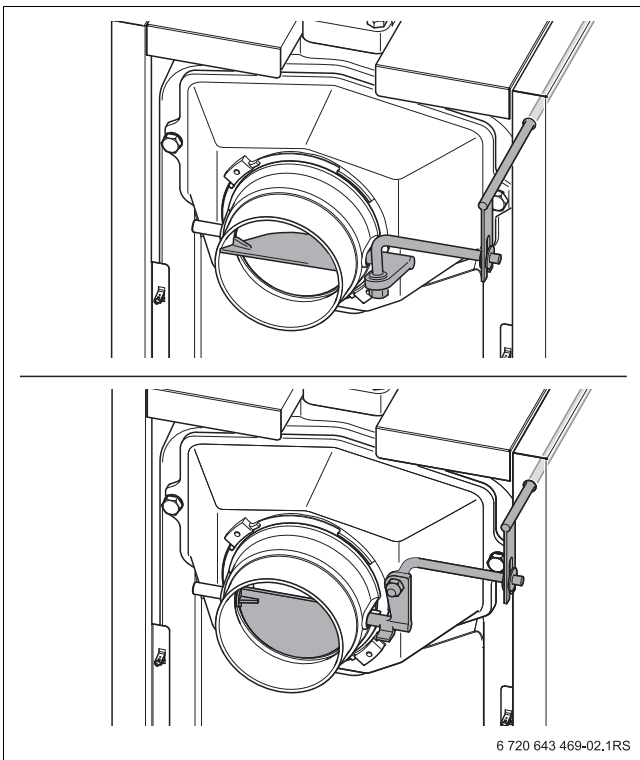

Fig. 2 Válvula de escape (arriba abierta; abajo cerrada)
La compuerta de gases de escape se abre para calentar una caldera fría o en caso de mal tiro de la chimenea (→ fig. 2, arriba). Con ello, los gases de escape calientes llegan más rápido a la chimenea y esta "tira" mejor.
En caso de funcionamiento normal y de tiro suficiente de la chimenea, la compuerta de gases de escape se cierra parcialmente (→ fig. 2, abajo). Así se generan menos pérdidas por enfriamiento a través de la chimenea.
**PELIGRO:** ¡Riesgo de lesiones por alta temperatura del colector de gases de escape (→ fig. 2, pág. 5)!